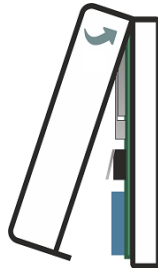

Рисунок 10.1 – Закрытие корпуса сирены
5. Установите батареи обратно, соблюдая полярность, закройте корпус сирены и затяните фиксирующий винт (см. рисунок 10.1).
3. Закройте корпус сирены и затяните фиксирующий винт (см. рисунок 10.1).
- 4) Закройте корпус сирены (см. рисунок 10.1).